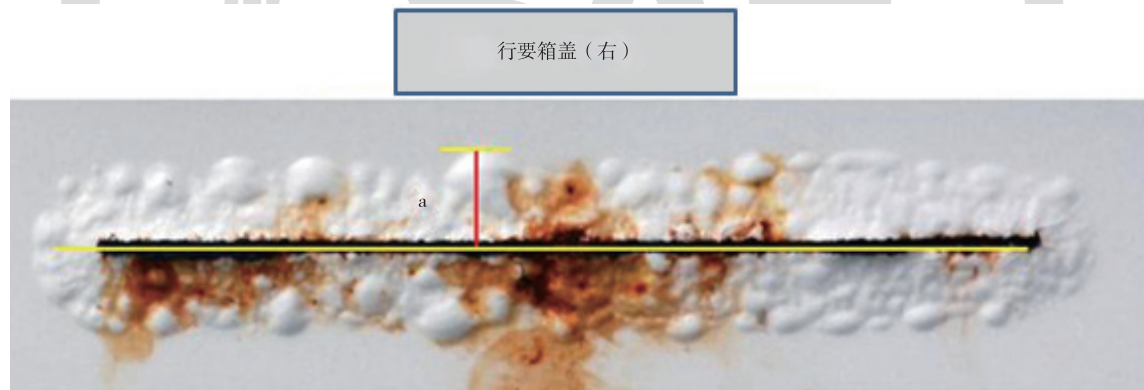

图 1 车身划痕扩蚀宽度测量示意图
1) 划痕扩蚀宽度测量，必须将划痕位置标识与划痕对应；运用测量工具读取“划痕中心线”到“扩蚀最宽处”的距离值，图 1 示例的划痕扩蚀宽度为 a。